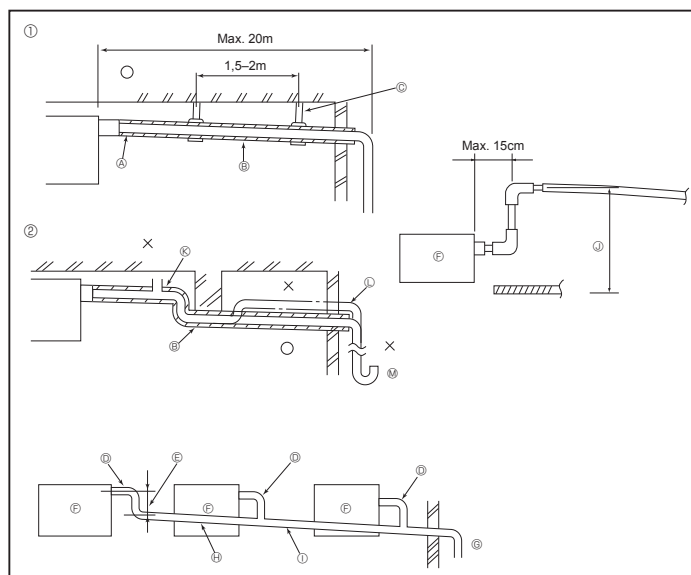

Fig. 3-1
3.1. Mise en place du tuyau d'écoulement (Fig. 3-1)
- ① Tuyautage correct
- ② Tuyautage erroné